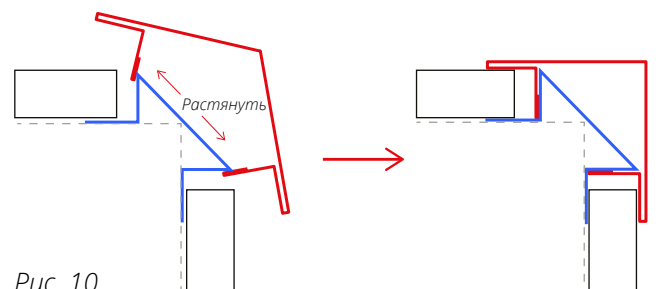

Рис. 10
- В верхней точке элемента зацепите оба отгиба верхней планки за выступы нижней. Постепенно двигаясь сверху вниз, надавливайте на верхнюю планку так, чтобы она «защелкивалась» на нижней (рис. 10).